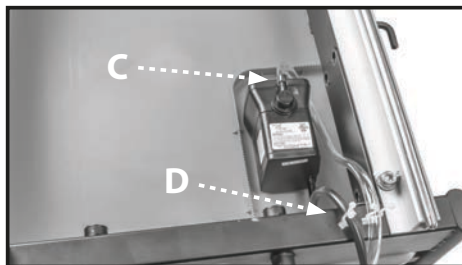

FIGURE 16
2. Fixez l'extrémité libre du tuyau d'eau dans le raccord de sortie (C, fig. 16) de la pompe submersible (14).
4. Fixez le mou dans le tuyau d'eau et le cordon d'alimentation de la pompe à l'outil en utilisant les attaches fournies (D, fig. 16).